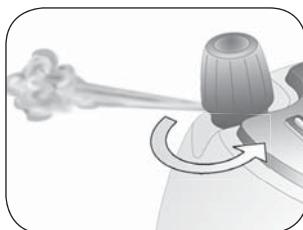

Fig. 8
- 1 Premere il pulsante (L) per spegnere la caldaia.
- 3 Premere il pulsante vapore (D) e lasciare uscire tutto il vapore fino al completo esaurimento.
- 4 Spegnere il ferro da stiro tramite il pulsante (O) e scollegare il cavo di alimentazione dalla presa di corrente.
- 6 Svitare in senso antiorario il tappo della caldaia (B). Prima di svitarlo completamente, attendere che cessi il sibilo del vapore residuo (Fig. 8).
- 1 Spegnere la caldaia premendo l'interruttore (L).
- 3 Premere il pulsante vapore (D) per eliminare la pressione residua nella caldaia.
- 4 Premere l'interruttore (O) per spegnere il ferro.
- 7 Con molta attenzione, svitare il tappo della caldaia (B) ed attendere, prima di svitarlo completamente, che cessi il sibilo del vapore residuo (Fig. 8).